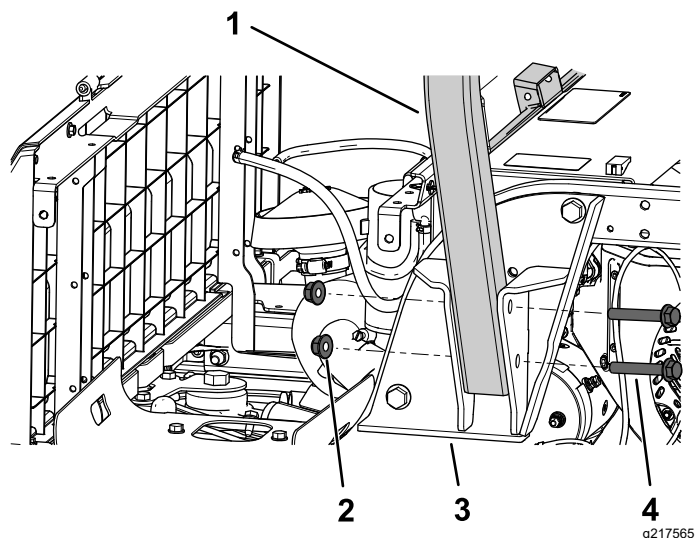

图 26
1. 如图 26 所示用 2 个凸缘头螺栓 $\frac{1}{2} \times 3\frac{1}{2}$ 英寸和 2 个锁紧螺母 $\frac{1}{2}$ 英寸将翻车保护杆的一侧固定到 ROPS 支架上。